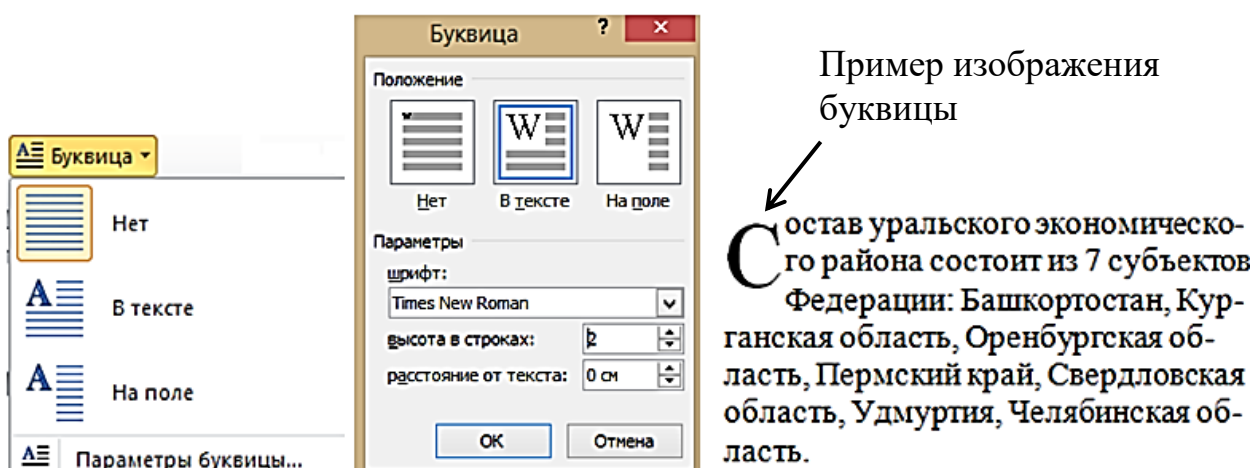

Рис. 48. Настройка параметров буквицы
4. Для настройки параметров буквицы в меню кнопки **Буквица** (рис. 48) выбрать команду **Параметры буквицы**.